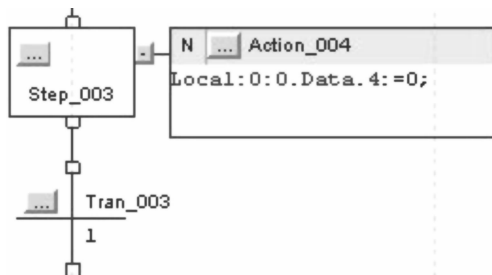

图 14-17 编辑“step”
39. 将其连接到 Tran_002 下方，然后按照图 14-17 所示的截图进行设置：